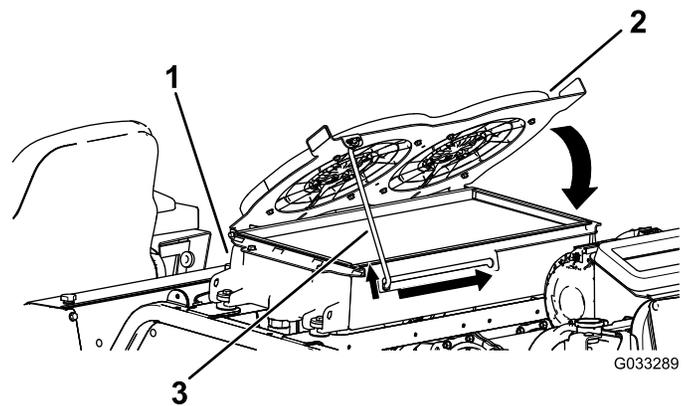

Figure 123
- 4. Faites pivoter les ventilateurs de refroidissement hydrauliques vers le bas et calez la béquille dans le cran (Figure 123).